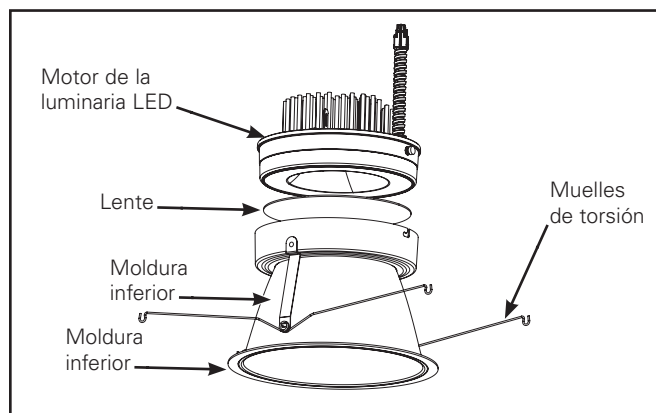

Figura 2. Unidad de la moldura inferior
1. Extraiga el reflector del embalaje protector. Extraiga el anillo de plástico de la moldura y deséchelo. Extraiga el motor de la luminaria LED del embalaje protector (Figura 2.).